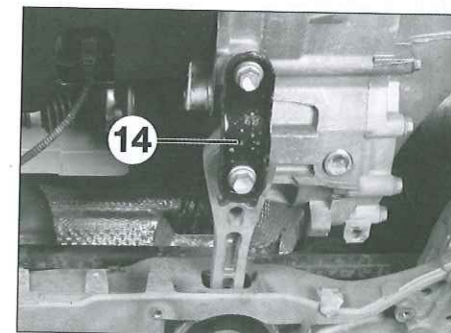

Fig. 7
- Desmontar la bieleta antibasculamiento (14) (Fig.7)